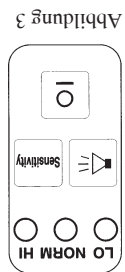

Abbildung 3
1. **EINSCHALTEN:** Der Detektor wird mit der Ein- und Ausschalttaste auf der Tastatur ein- und ausgeschaltet (siehe Abb. 3)